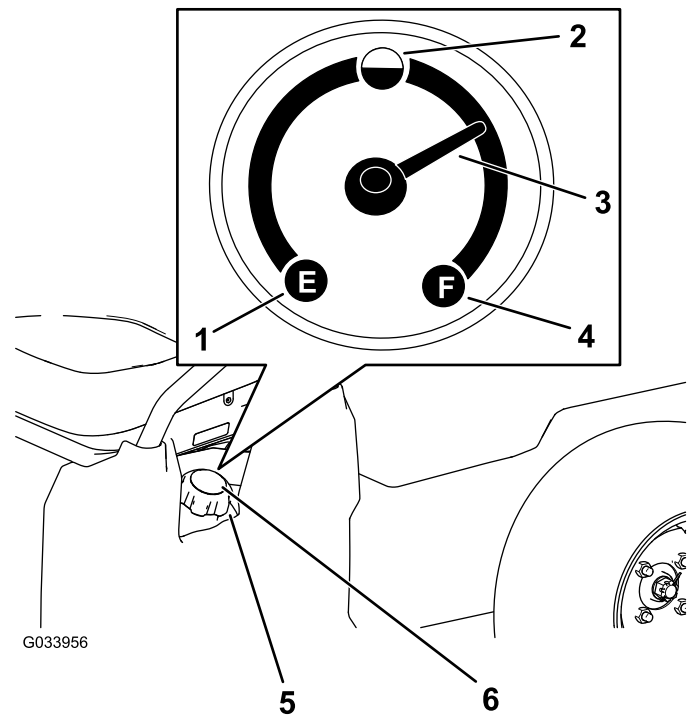

Figure 16
5. Nettoyez la surface autour du bouchon du réservoir de carburant (Figure 16).